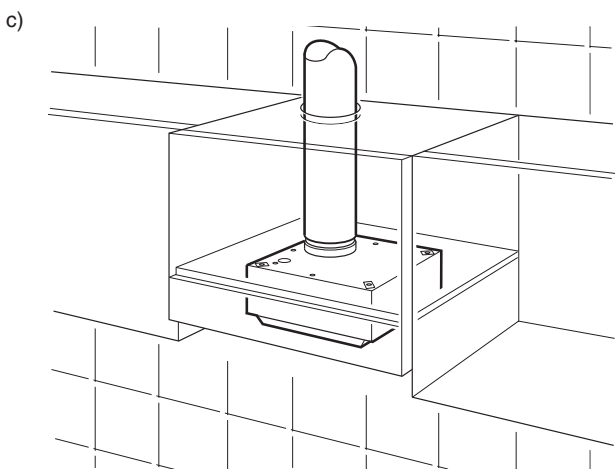

Fig. 3
- 1) Svitare il pomolo (C) e togliere il filtro (A) (Fig. 3).
- 2) Togliere il filtro (A) dell'apparecchio, secondo le indicazioni di (Fig. 3).
- 3) Lavare il filtro (A) con detersivo neutro, oppure in lavastoviglie, facendo attenzione a non deformarlo.
- 4) Pulire il piano del portamotore (B).
- 5) Rimettere il filtro (A) nella propria sede.